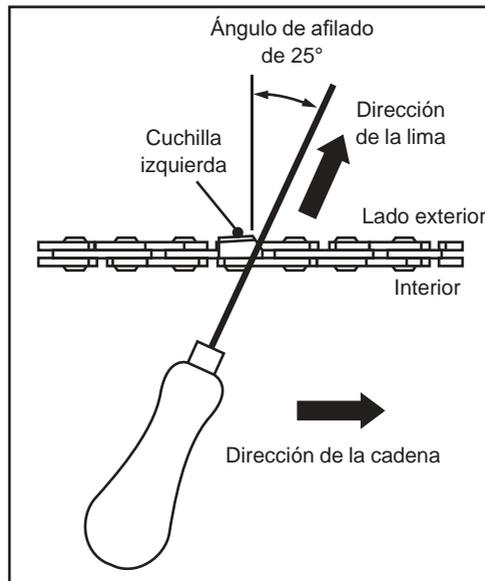

Fig. 66
5. Lime con un ángulo perpendicular a la espada y con un ángulo de 25° con respecto a la dirección de desplazamiento (Fig. 66).